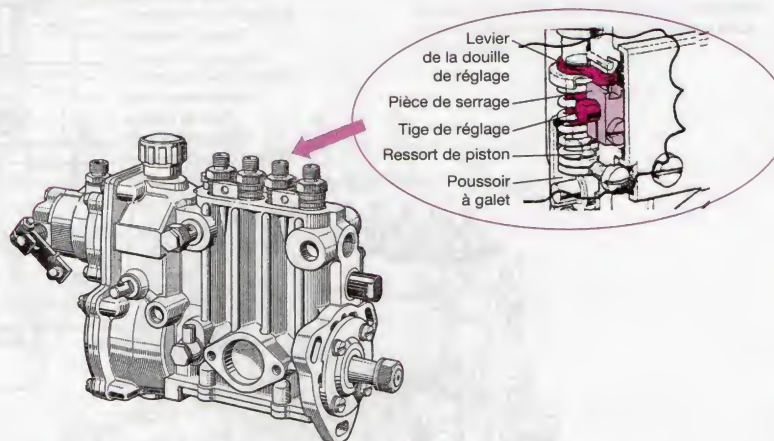
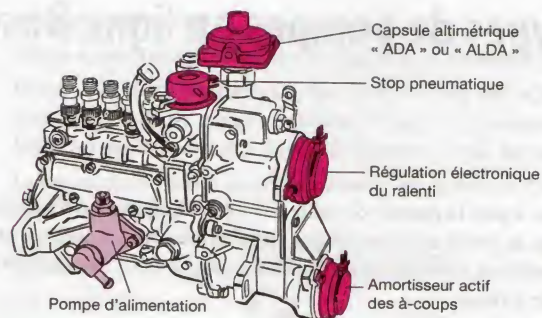

Figure 34.1. Pompe Bosch PES 4 M... (ancien modèle, avec régulateur pneumatique)
Figure 34.2. Pompe Bosch PES 5 M... (modèle récent, avec régulateur RSF et divers accessoires)
C'est la pompe du type PE dont les dimensions extérieures sont les plus réduites et sa principale caractéristique réside dans le procédé de réglage du débit. Dans cette pompe, la rotation des *pistons* n'est pas obtenue par une denture mais par l'intermédiaire d'un levier solidaire de la *douille de réglage* (fig. 34.1).
Par ailleurs, le *piston* repose directement sur le *poussoir à galet* et le réglage du début de refoulement est obtenu par l'utilisation de *galets de poussoirs* de différents diamètres. Le graissage, autonome sur l'ancienne exécution (fig. 34.1) est assuré depuis par la pression d'huile moteur (fig. 34.2).
- La pompe de taille « M » a été montée ces dernières années sur les VL Mercedes, équipée de nombreux accessoires (fig. 34.2).